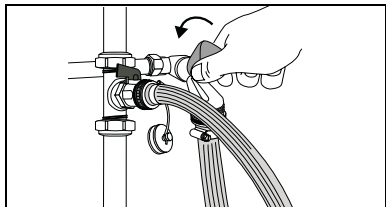

Fig. 15 Vullen van de cv-installatie
- Draai de waterkraan volledig, en de vulkraan slechts gedeeltelijk open (fig. 15).